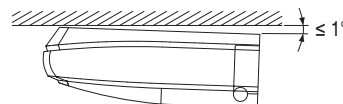

Abb. 12
- Verwenden Sie beim Aufhängen des Innenaggregats eine Wasserwaage, um für eine bessere Entwässerung zu sorgen, und installieren Sie das Gerät waagrecht. Wenn es der Einbauort zulässt, installieren Sie das Gerät auch so, dass die Abflussleitung etwas niedriger liegt. (Siehe Abb. 12)